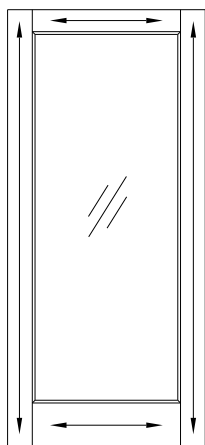

Figura 4
- Lije toda la superficie suavemente con un papel de lija 5/0 (grano 180) antes de aplicar la primera capa de acabado. Lije siempre en el sentido de las vetas de la madera, vea la Figura 4.
- Barnice la puerta hasta obtener el color deseado siguiendo las instrucciones del fabricante del barniz. Barnice siempre en el sentido de las vetas de la madera, vea la Figura 4.
- Acabe la puerta con dos capas de pintura látex, al óleo o laca. Asegúrese de que la puerta se seque por completo entre las capas en los seis lados de la puerta. Pinte siempre en el sentido de las vetas de la madera, vea la Figura 4.